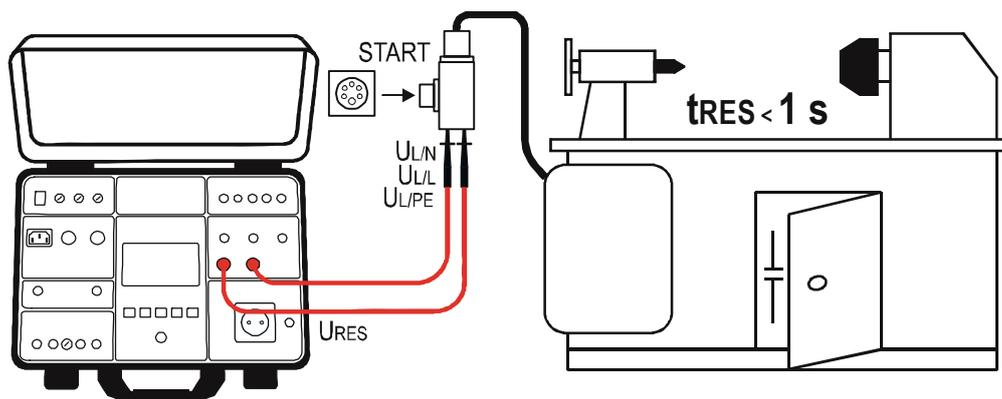

Abb. 35: Anschluss der Messleitungen für die URES PLUG Messung
- 6) Die Meldung FERTIG, UUT ABTRENNEN erscheint, wenn die Uin Spannung im vorgeschriebenen Bereich $100 \div 460$ VAC vorhanden ist. Trennen Sie den UUT ab und führen Sie die Messung durch. Bei der Abtrennung des UUTs, so wie in Abb. 35 gezeigt ist, verwenden Sie einen Multi-Adapter ab, den Sie von der Spannungsversorgung trennen.